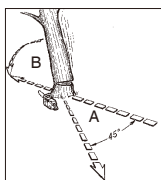

Bild. 11A
**⚠️ ACHTUNG:** Vor dem Schneiden sollte ein Rückzugspfad (A) geplant und freigelegt werden. Der Rückzugspfad sollte nach hinten und diagonal zur Rückseite der erwarteten Fallrichtung verlaufen, wie in Bild.11A dargestellt ist.
**HINWEIS:** Die Fallrichtung (B) wird vom Kerbschnitt bestimmt. Berücksichtigen Sie vor dem Schneiden die Anordnung größerer Zweige und die natürliche Neigung des Baumes, um den Fallweg des Baumes abzuschätzen.
**⚠️ ACHTUNG:** Wenn der Fallschnitt sich dem Ankerpunkt nähert, beginnt der Baum zu fallen. Sobald der Baum zu fallen beginnt, ziehen Sie die Säge aus dem Schnitt heraus, stoppen Sie den Motor, legen Sie die Kettensäge ab und verlassen Sie den Bereich über den Rückzugspfad (Bild. 11A).